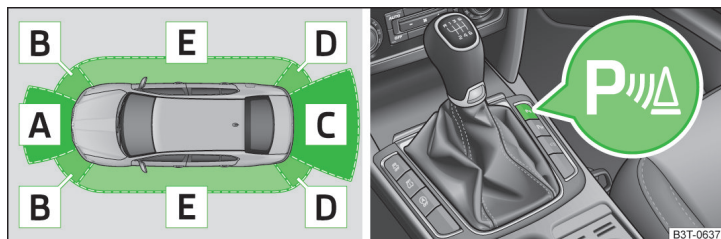

Fig. 148 Alcance de los sensores / tecla de sistema
- Si tras la activación del sistema se emite un sonido de aviso durante 3 segundos y en la proximidad del vehículo no se encuentra obstáculo alguno, existirá entonces una avería del sistema. La avería se señaliza adicionalmente mediante el parpadeo del símbolo **P** en la tecla » **fig. 148 de la página 164**. Buscar la ayuda de un taller especializado.
Zona » fig. 148	Alcance de los sensores
En el caso de los vehículos con dispositivo de enganche para remolque montado de fábrica sólo son activas las zonas **A** y **B** » fig. 148 del sistema.
El sistema se activará automáticamente al aplicar la **marcha atrás** o pulsando la tecla de símbolo **P** » fig. 148 de la página 164. En la tecla se enciende el símbolo **P**, la activación se confirma con una breve señal acústica.